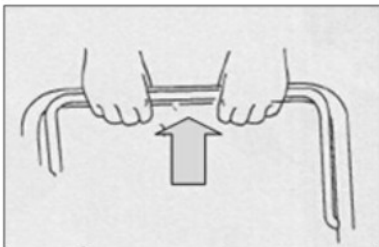

Abb. 2A
a) Stellen Sie sich hinter das Gerät, fassen Sie den Bremsgriff und halten Sie diesen gegen den oberen Griff (Abb. 2A).